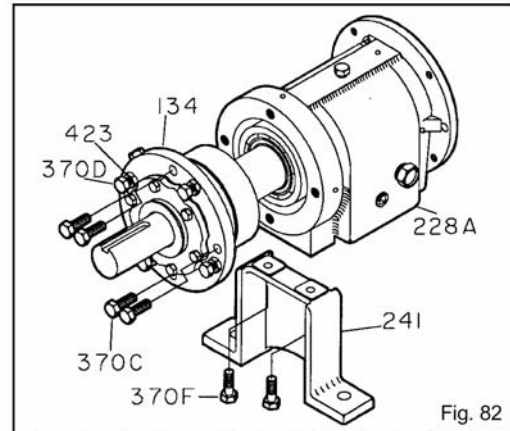

Fig. 82
1. Quite los pernos (370F) del soporte al soporte del soporte de los rodamientos y los soportes del soporte (241) (Fig. 82).
2. Quite los tornillos de abrazadera (370C). Retroceda las contratuercas (423). Apriete los tornillos de levantamiento (370D) en forma pareja, esto comenzará a retirar la caja de los rodamientos (134) fuera del soporte de los rodamientos (228A).